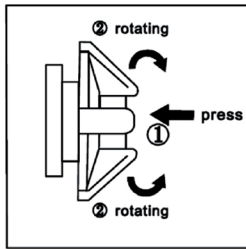

Рис. 3
6.5.1 Для зміни діаметра стрічки натисніть шестірню, що обертається, в стрічці таким чином, щоб можна було регулювати стрічку. Маховик у стрічці має функцію автоблокування. Не варто через силу обертати маховик, щоб уникнути пошкодження шестірні (рис. 3).